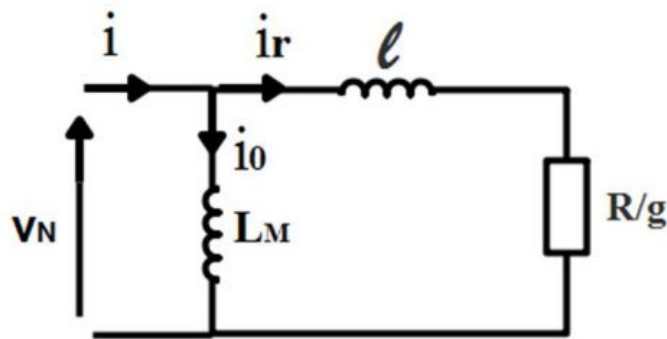

Figure 7 : Modèle équivalent monophasé simplifié de la MAS
Pour chaque phase du moteur, on adopte le modèle équivalent monophasé simplifié de la **figure 7 page 9**.
C.2.2 - A partir du modèle équivalent monophasé de la **figure 7**, exprimer la valeur efficace I_r du courant i_r en fonction de V_N , $\ell\omega$, R et g .